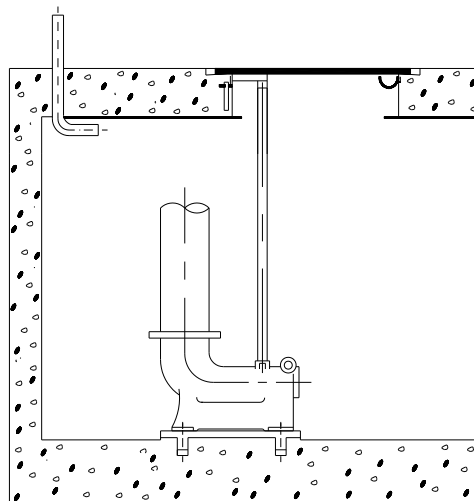

Fig. 5
3.4 Discharge Pipe Installation (Fig. 5)